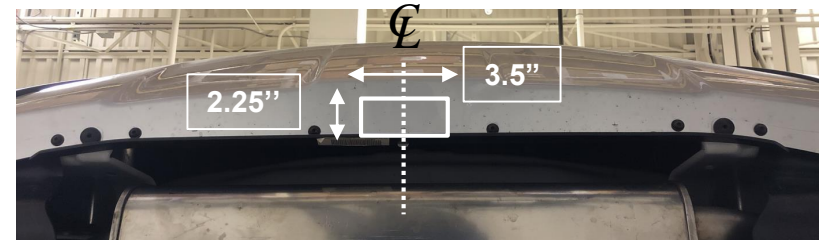

Figura 2
- Recortar la fascia del parachoques y el panel de la fascia:** Con una cinta adhesiva y un cuchillo, cortar una muesca en la fascia inferior, consultar la **Figura 2**, y recortar el panel de la fascia en dos piezas, consultar la **Figura 2**.
7. Recortar la fascia del parachoques y el panel de la fascia: Con una cinta adhesiva y un cuchillo, cortar una muesca en la fascia inferior, consultar la **Figura 2**, y recortar el panel de la fascia en dos piezas, consultar la **Figura 2**.